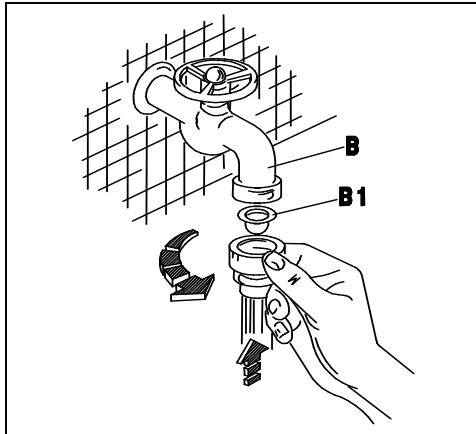
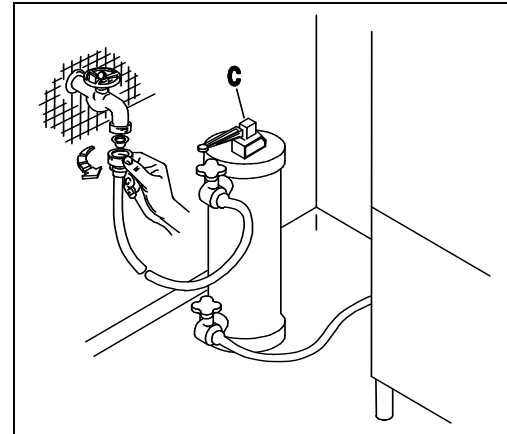
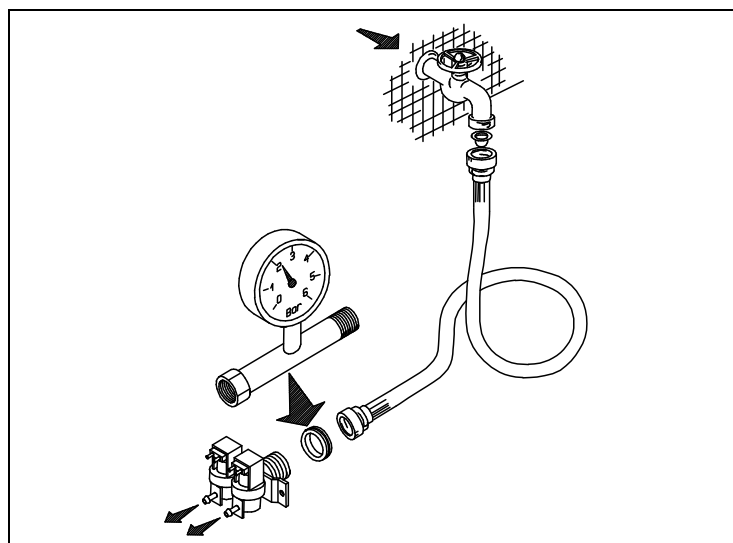
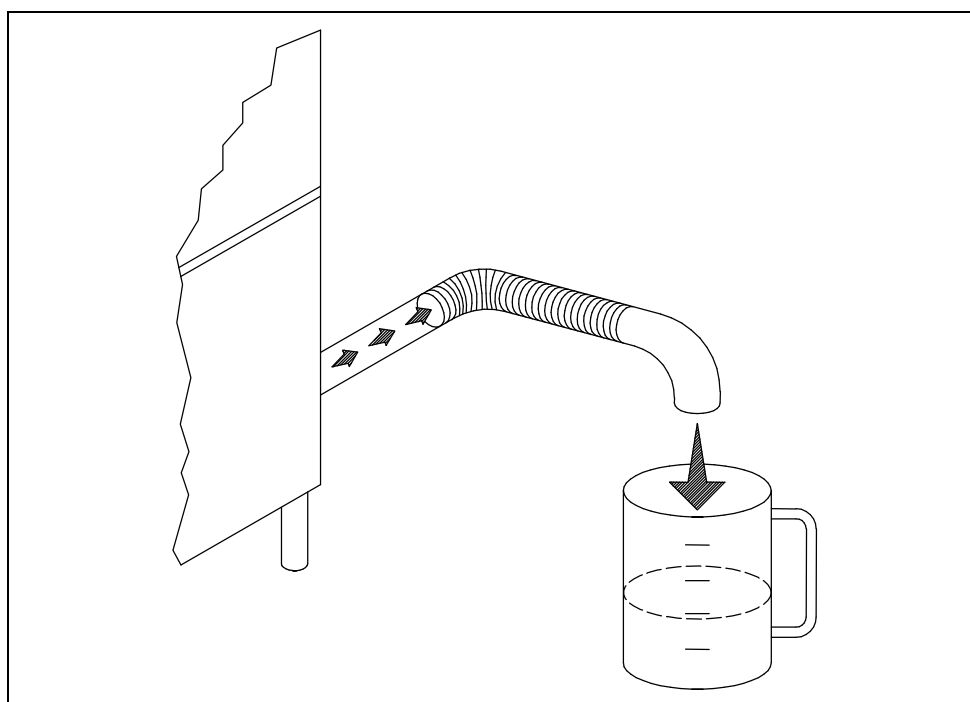

Рис. 2-2
Рис. 2-3
Рис. 2-4
Рис. 2-5
- Прибор предназначен для подключения к холодному или горячему водоснабжению (не более 50-55°C) при сетевом давлении при открытом клапане, как показано в таблице 2-1. Если давление превышает максимальное значение, установите редуктор давления. Если давление ниже минимального, установите насос усиления давления на макс. 0,5 л.с., выход 20 литров / мин. и высотой напора 15 ÷ 20 метров. Давление необходимо измерять на входе в электроклапан (см. Рис. 2-4). Водопроводные трубы должны иметь внутренний диаметр не менее 16/18 мм (см. Рис. 2-5). Подсоедините трубку подачи воды в прибор к запорному крану (B), предпочтительно расположенному рядом с прибором, вставив специальный фильтр из комплекта поставки (B1) (см. рис. 2-2). Мы рекомендуем установить умягчитель воды (C) (не входит в комплект) перед электроклапаном (см. рис. 2-3).
- The appliance is designed for connection to the cold or hot water supply (max. 50 55°C) at a mains pressure with the valve open as shown in Table 2-1 and a minimum output of 10 litres/min. If pressure exceeds the maximum, fit a pressure reducer. If pressure is lower than the minimum, fit a pressure booster pump of max. 0.5 HP, with an output of 20 litres/min. and a head of 15÷20 metres. Pressure must be measured at the solenoid valve inlet (see fig. 2-4). The water pipes must have an internal diameter of at least 16/18 mm (see fig. 2-5). Connect the appliance water supply pipe to a cut-out tap (B), preferably placed close to the appliance, fitting the special filter provided (B1) (see fig. 2-2). We recommend fitting a water softener (C) (not provided) upstream from the machine solenoid valve (see fig. 2-3).
- Das Gerät ist für den Anschluss an Warm-und Kaltwasser (max. 50-55°C) vorgesehen, wobei der Druck bei offenem Ventil dem in Tab. 2-1. Bei höherem Druck als dem empfohlenen einen Druckminderer installieren. Bei niedrigerem Druck als empfohlen eine Druckerhöhungspumpe mit max. 0,5 Hp, einer Förderleistung von 20l/min und einer Förderhöhe von 15-20m installieren. Die Druckkontrolle muss am Eingang des Elektroventils erfolgen (siehe Bild 2-4). Die Wasserleitung muss einen Innendurchmesser von mindestens 16/18 mm aufweisen (siehe Bild 2-5). Den Zulaufschlauch des Gerätes an einen möglichst nahegelegenen Wasserhahn (B) anschliessen und den vorgesehenen Filter (B1) anbringen (siehe Bild 2-2). Der Einbau eines Etkalkers (C) wird empfohlen; dieser gehört nicht zur Ausstattung und muss vor dem Elektroventil der Maschine eingebaut werden. (siehe Bild 2-3).
- L'appareil peut être raccordé à l'eau froide ou chaude (50-55°C max) à une pression, soupape ouverte, comme indiqué dans le tableau 2-1. Si la pression dépasse la pression maximum conseillée, il faut installer un réducteur de pression. Si la pression est inférieure à la pression minimum conseillée, il faut installer une pompe pour faire augmenter la pression de 0,5 Hp max., à un débit de 20 litres /min et à une hauteur d'élévation de 15-20 m. Le contrôle de la pression sera effectué à l'entrée de l'électrovanne (voir fig. 2-4). Les conduites d'eau auront un diamètre interne d'au moins 16/18 mm (voir fig. 2-5). Raccorder la conduite d'arrivée de l'eau de l'appareil à un robinet secondaire (B), installé si possible tout près de l'appareil, après avoir intercalé le filtre spécial fourni (B1) (voir fig. 2-2). Nous conseillons d'installer un adoucisseur (C) (non fourni) qui sera monté en amont de l'électrovanne de la machine (voir fig. 2-3).
- Este aparato se puede alimentar con agua caliente o fría (máx. 50 ÷ 55°C); la presión del agua con válvula abierta está indicada en le tabla 2-1. En caso de que la presión fuera superior a la máxima que se aconseja, instale un reductor de presión; si fuera demasiado baja, instale una bomba de aumento de presión de 0,5 Hp (máximo), con un caudal de 20 litros por minuto y una altura de elevación de 15 a 20 m. El control de la presión se debe efectuar en la entrada de la electroválvula (véase fig. 2-4). La tubería del agua debe tener un diámetro interior de 16-18 m. por lo menos (véase fig. 2-5). Conecte el tubo de alimentación del agua del aparato a un grifo de paso (B), que irá montado preferentemente muy cerca del aparato, tras interponer el filtro (B1) del equipamiento base (véase fig. 2-2). Es aconsejable instalar un descalcificador (C) (que no forma parte del equipamiento base). El descalcificador irá montado antes de la electroválvula de la máquina (véase fig. 2-3).